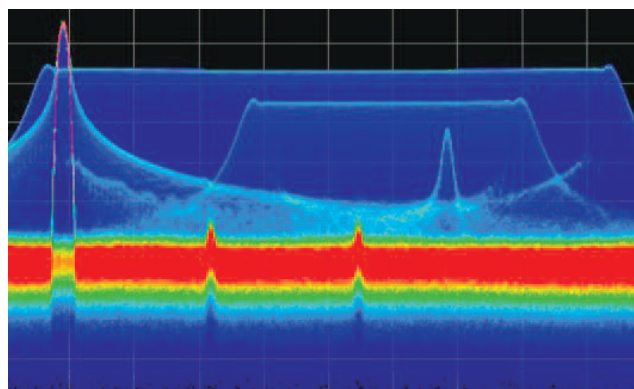

图 7. 一个频段中多个线性调频。
可以发现雷达脉冲干扰及同一频率上有多个信号的情况。图 7 是一个线性调频的 DPX 频谱显示，这个线性调频在频率中重叠了第二个功率较低的线性调频，同时有多个单频脉冲式载波和两个连续波 (CW) 干扰源。